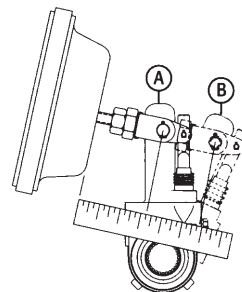

Figura 5 – Medición de La Carrera Máxima
7. Usando una regla, mida la distancia entre la cara de la cámara de aire al centro del pasador grande en la abrazadera (A) (vea la figura 5). Aplique los frenos con 85 psi y permita que la cámara recorra su carrera máxima. Mida al centro del pasador grande (B). La diferencia entre (A) y (B) es el largo de carrera de la vara de empuje. Verifique los cuadros a continuación para ver el largo de carrera máxima apropiado después del ajuste de los frenos.